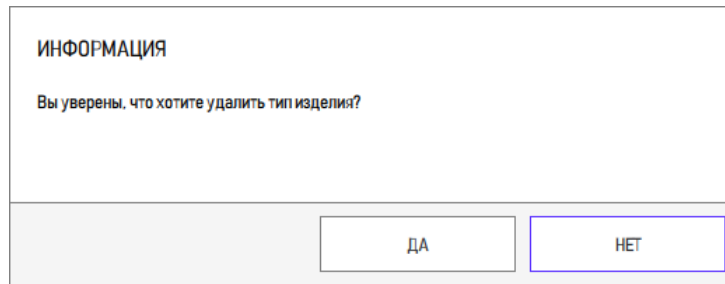

Рисунок 74 – Вид окна для подтверждения удаления элемента справочника
3) В открывшемся диалоговом окне нажать на кнопку «ДА» для подтверждения действия (рисунок 74).